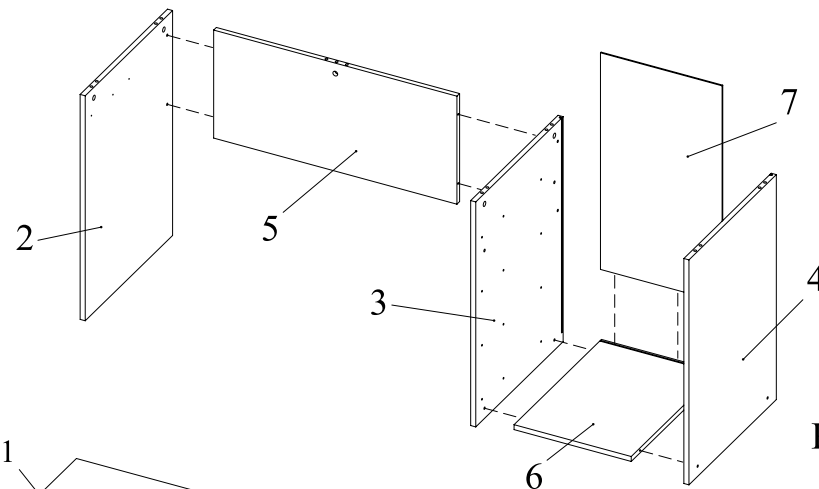

Рис.3
4. Скрепить конфирматами 7x50 боковину 2, 3 с царгой 5, крышку 6 с боковиной 3 и боковину 4 с крышкой 6, вставить задник 7 в пазы (Рис. 3).